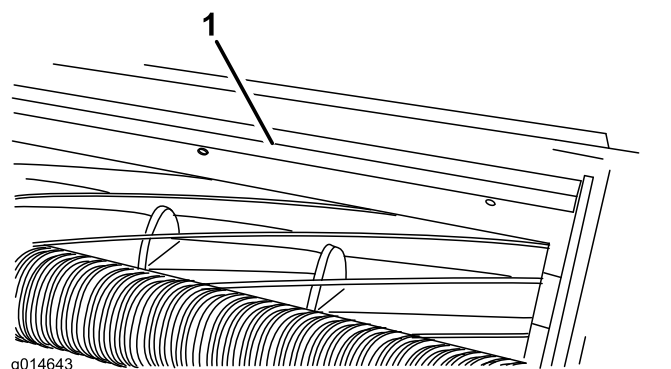

Figure 11
1. Desserrez les boulons qui fixent la barre supérieure (Figure 11) à l'unité de coupe.